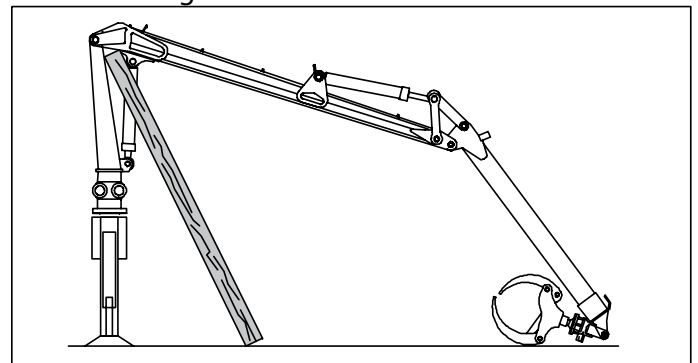

Bild 2. Sänkning av bommar
2. Sänk bommarna som visas i bild 2.
4. Se till att kranen inte kan stjälpas. Bild 2.